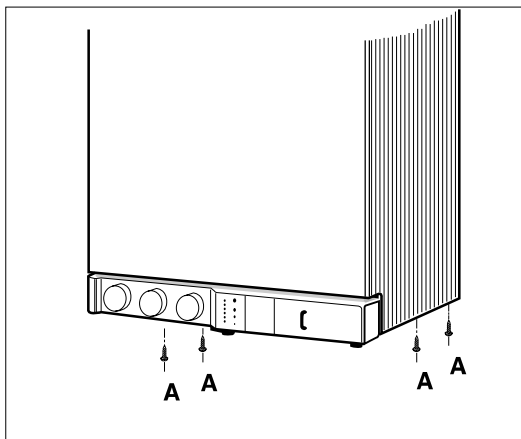

Fig. 20a
- Visser les 4 vis **A** de fixation de l'habillage, situées en partie inférieure (fig. 20a).